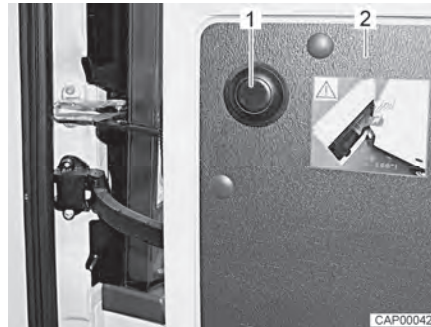

Bild 18 Druckknopf zum Lösen der Begrenzung
- Hecktür (Bild 18,2) bis zum Anschlag öffnen.
- Druckknopf (Bild 18,1) drücken, Hecktür festhalten und vorsichtig weiter öffnen.